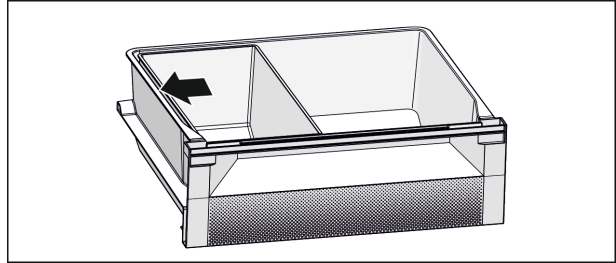

Fig. 6
- ▶ Позиціонувати ящик Fish & Seafood. Із зображеним положенням Fig. 6 () Ви отримуєте оптимальну функцію охолодження.